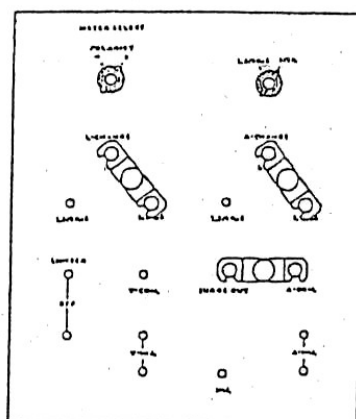

図 11
2. 出力波形切替部 を図 11 のように接続します。
3. 出力波形切替部を図 11 のように接続します。**HOT 端子** と **GND 端子** を